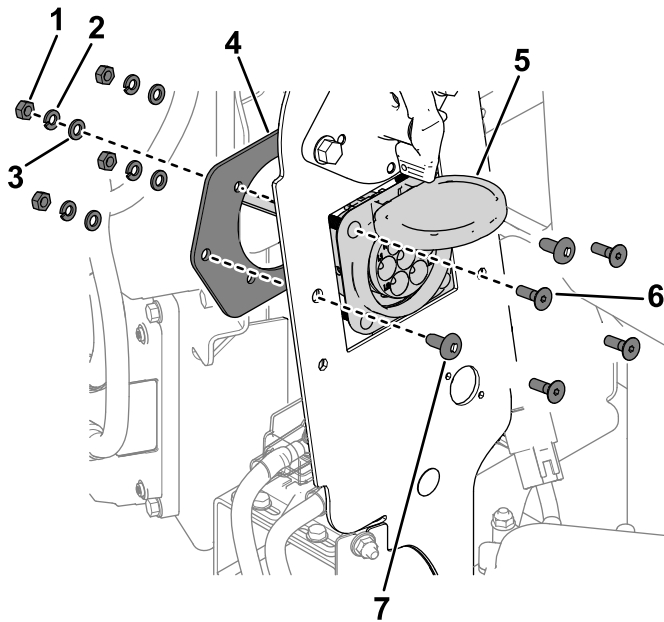

Figura 3
1. Utilize 2 parafusos (5/16 pol.) e os parafusos, anilhas e porcas existentes do conector do carregador para prender o conector e a placa do conector ao painel da estrutura (Figura 3).